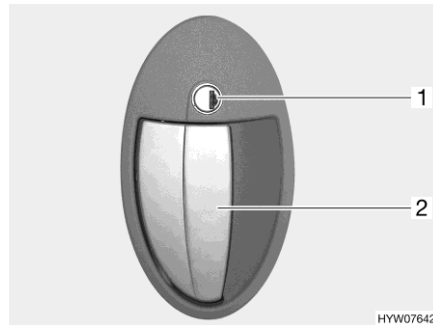

Bild 50 Dörrlås (ingångsdörr utsida)
- Stick in nyckeln i låscylindern (Bild 50,1) och vrid den medurs tills dörrlåset låses upp.
- Drag i dörrhandtaget (Bild 50,2). Dörren är öppen.
- Stick in nyckeln i låscylindern (Bild 50,1) och vrid den moturs tills dörrlåset har låsts.